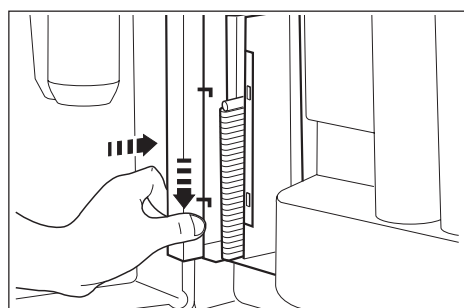

Fig. 25
- Enlever le capot (22) et le contre poids métallique.
- Introduire les palettes et remettre en place le contre poids et le capot (Fig. 25).